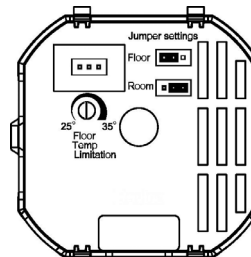

Fig. 3: Choosing the sensor/ Fig. 3: Valg av sensor/ Bild 3: Val av sensor
- Velg sensor ved å sette jumperen i riktig posisjon (fig. 3).
- Välj sensor genom att sätta omkopplaren i önskad position (bild 3).